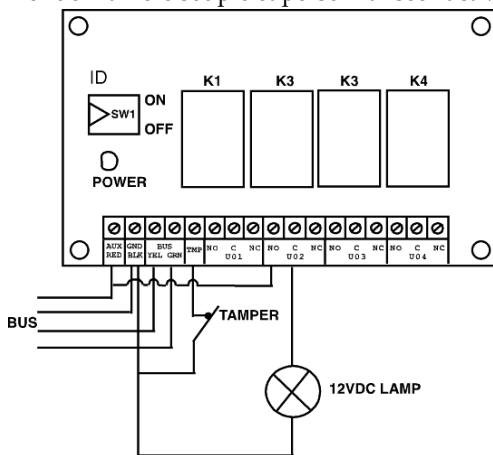

Figure 3-4: Module de sortie SP4 (avec un exemple de câblage SP2)
- a. U04 – Relais (veuillez consulter la Figure 2-8 Câblage U01 pour un accessoire autoalimenté et la Figure 3-4)
8. Branchez les accessoires aux bornes de sortie (12VCC @ 1A max relais à contact sec) Veuillez consulter la Figure 2-8 et la Figure 3-4.